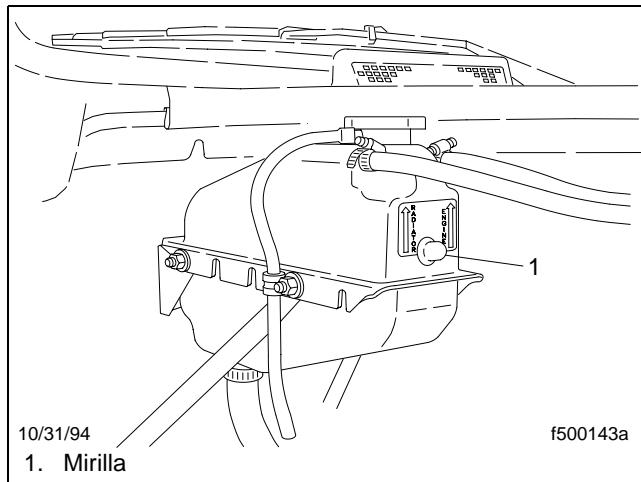

Figura 9.3, Tanque de compensación con mirilla
7. Revise el nivel del líquido refrigerante en la mirilla del tanque de compensación. Vea la **Figura 9.3**. Revise la condición de las aletas del radiador, del condensador del aire acondicionado y del postenfriador de aire (según esté equipado).